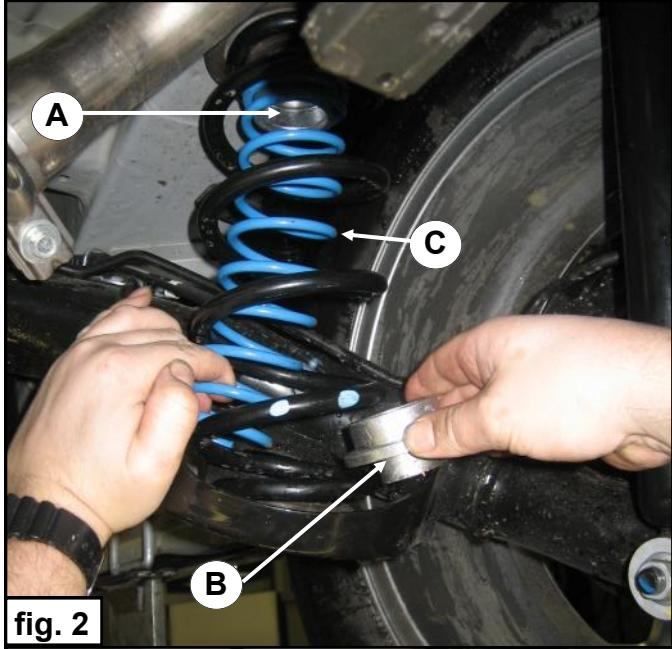

fig. 2
2. Breng de hulpveer **C** met veerschotel **A** met een kantelbeweging in de hoofdveer en draai de hulpveer helemaal in de hoofdveer. Zie fig. 2.
3. Plaats de aluminium veerschotels **B** onder in de hoofdveerschotel. Zie fig. 2.